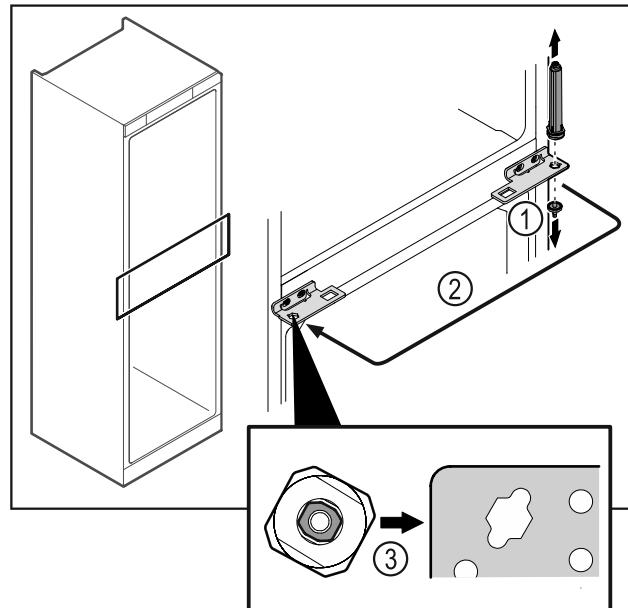

Fig. 44
- Открутите шарнирный палец Fig. 44 (1).
- Переставьте систему закрытия двери Fig. 44 (2).
- При установке следите за правильным выставлением системы закрытия двери Fig. 44 (3).